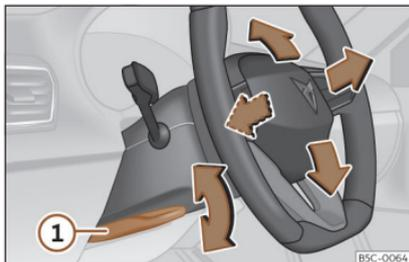

Fig. 72 Palanca en la parte inferior del lateral izquierdo de la columna de dirección.
- Tire de la palanca»» **fig. 72** ① hacia abajo, mueva el volante hasta la posición deseada y vuelva a subir la palanca hasta el punto de cierre.
- Tras ajustar la columna de la dirección, empuje firmemente la palanca»» **fig. 72** ① hacia arriba para que el volante no cambie de posición accidentalmente durante la marcha.